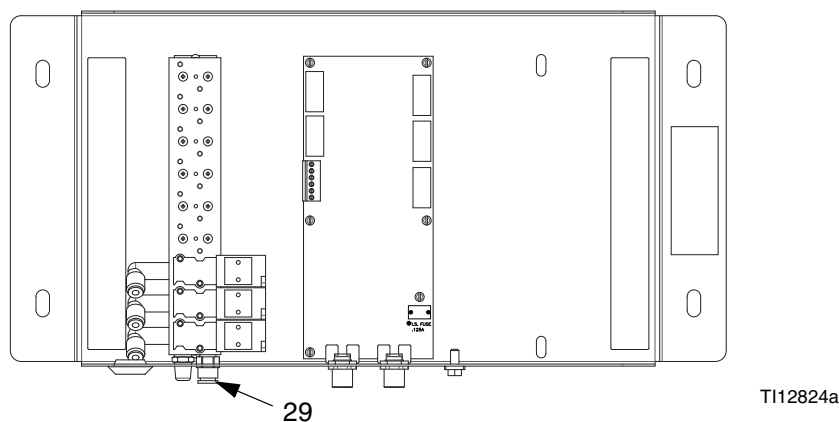

ABB. 3: Magnetdruckluftanschluss
Schließen Sie ein Rohr (13) mit 6 mm (1/4 Zoll) Außendurchmesser zwischen dem Luftverteiler des Systems (unten hinten an der Materialstation) und dem Lufteingangsanschluss des Moduls (29) an. Siehe ABB. 3.